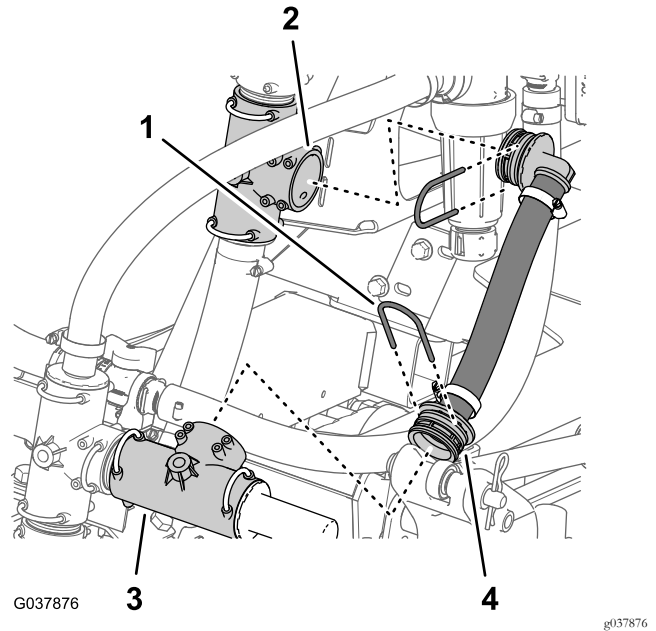

Рисунок 65
1. Снимите держатель, который крепит шланг сброса давления к тройнику на клапане сброса давления (Рисунок 65).
2. Снимите держатель, который крепит шланг сброса давления к нижнему тройнику, и снимите шланг сброса давления с машины (Рисунок 65).